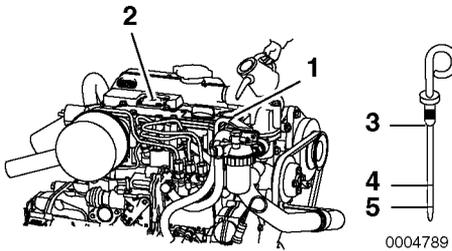

Abbildung 6
2. Peilstab herausnehmen (**Abbildung 6, (3)**) und mit einem sauberen Tuch abwischen.
4. Peilstab herausziehen. Der Ölstand sollte zwischen oberer (**Abbildung 6, (4)**) und unterer (**Abbildung 6, (5)**) Markierung des Peilstabs liegen.
1. Nehmen Sie den gelben Öfüllstutzendeckel vom Füllstutzen (**Abbildung 6, (1)**) ab und füllen Sie Motoröl ein.
2. Füllen Sie Motoröl bis zur oberen Markierung (**Abbildung 6, (4)**) am Peilstab ein (**Abbildung 6, (3)**).